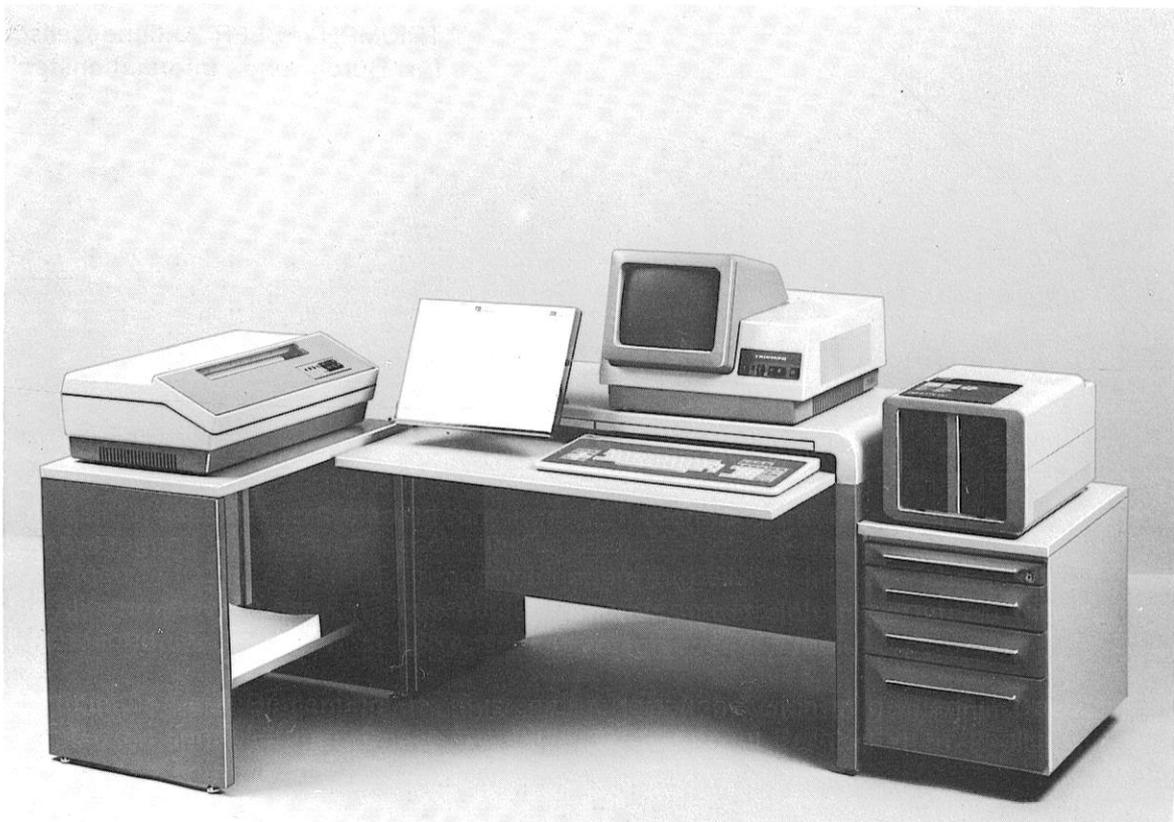

Abbildung 1 :
Abbildung 1 zeigt die Anlagentechnik der TA 1600/20 (Variante I) in Minimalkonfiguration. Man erkennt von rechts nach links den Beikasten mit der Disketten-Zwillings-Einheit (FDE), das Zentralgerät (DTZG) und den Systemdrucker (Typ DRS 250). Das Zentralgerät umfaßt Zentraleinheit (ZE) und Bildschirmarbeitsplatz Nr.1. Ein Bildschirmarbeitsplatz, auch Datensicht-Tastatur-Station (DTS) genannt, besteht aus Monitoreinheit und Tastatur.